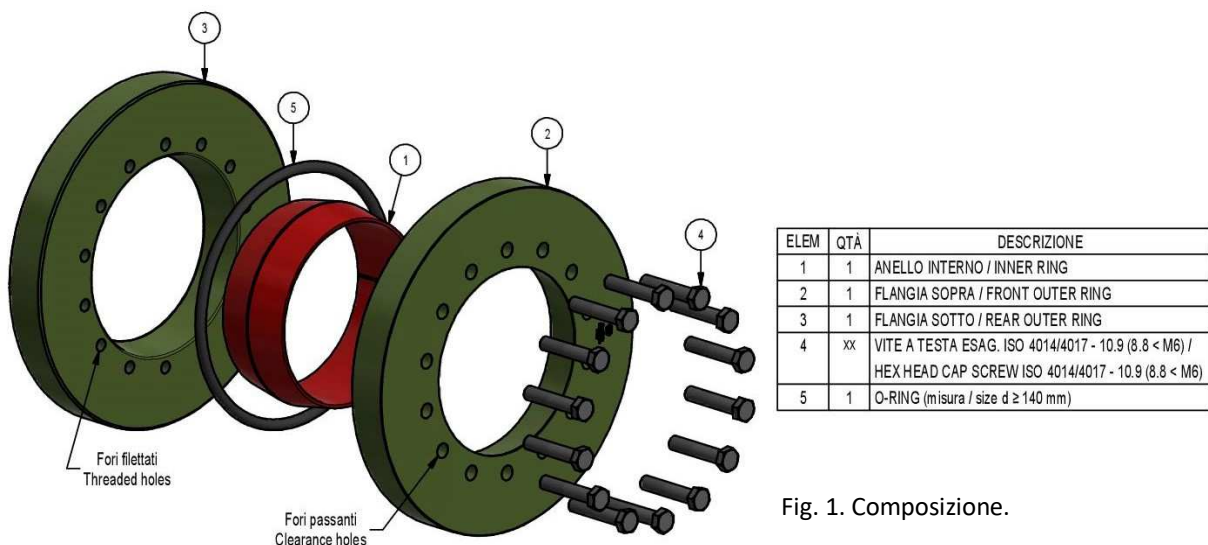

Fig. 1. Composizione.
-  **Gli shrink disc MAV 2008 – MAV 2108 – MAV 2208 sono forniti pronti per l'installazione. Rimuovere, ove presenti, gli spessori** usati per mantenere separati gli anelli durante il trasporto. Essi sono così composti (fig. 1):